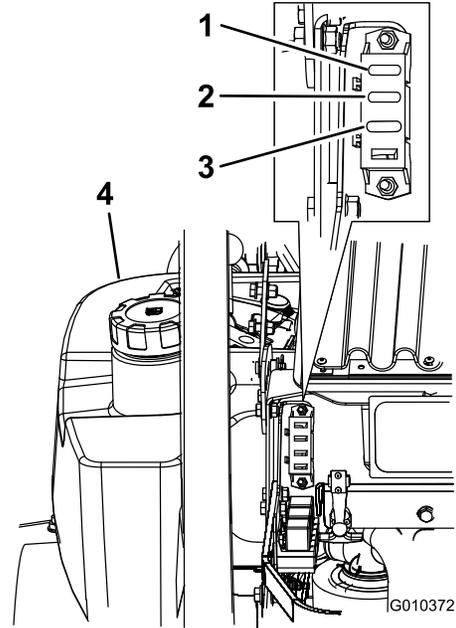

Figura 50
1. Desenganche el capó del motor y levántelo para tener acceso al portafusibles (Figura 50).
3. Instale un fusible nuevo (Figura 50).